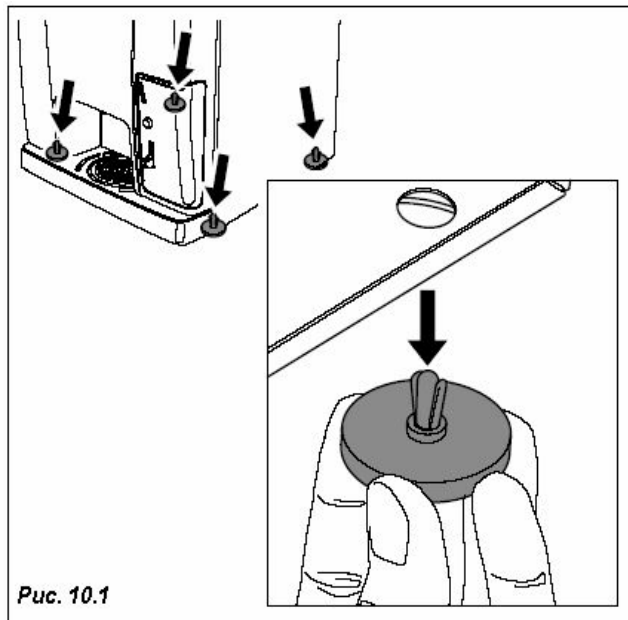

Рис. 10.1
- Выньте четыре ножки из отверстий в нижней панели торгового автомата (Рис. 10.1).